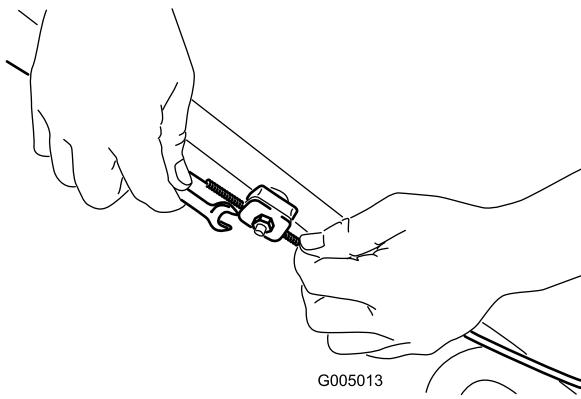

Рисунок 21
- Ослабьте гайку держателя троса (Рисунок 21).